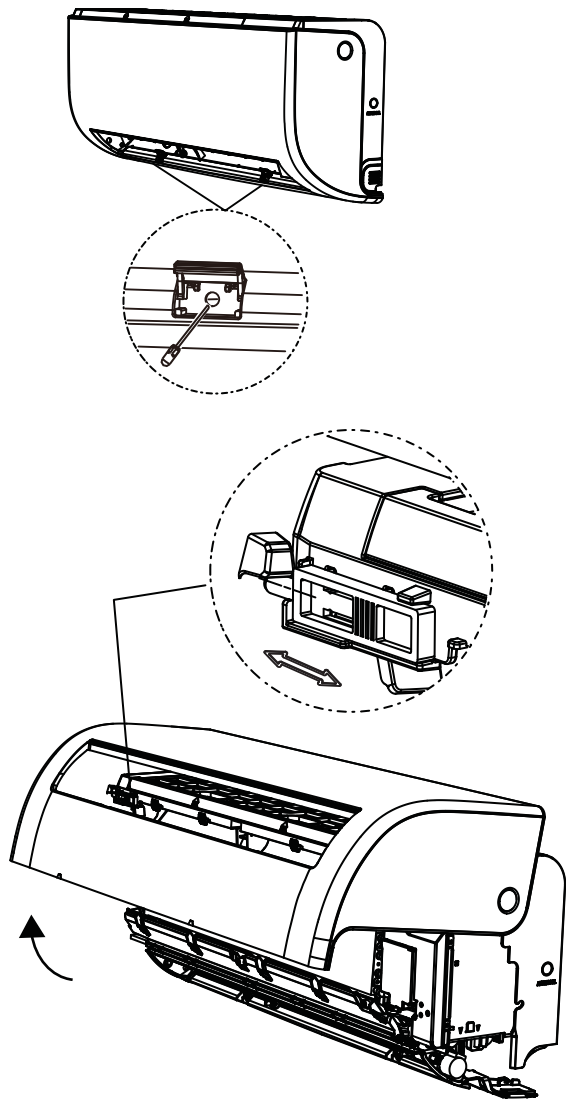

Figure 14 – Position du panneau
- (2.) Ouvrez et bloquez le panneau en place. Dévissez d'abord les deux vis (consultez la figure 14), ouvrez le panneau, puis bloquez-le à l'aide du verrou.